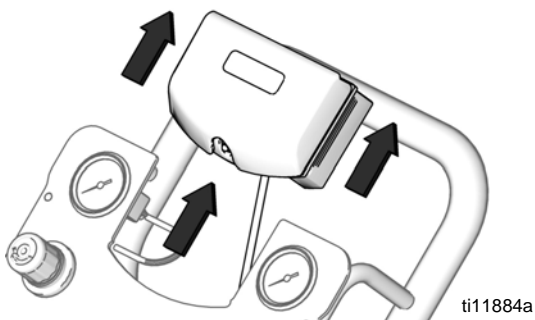

FIG. 12. Dépose du DataTrak
- Retirez le module DataTrak du support. Consultez la FIG. 12. Mettez le module et le câble qui lui est attaché dans un endroit sûr.